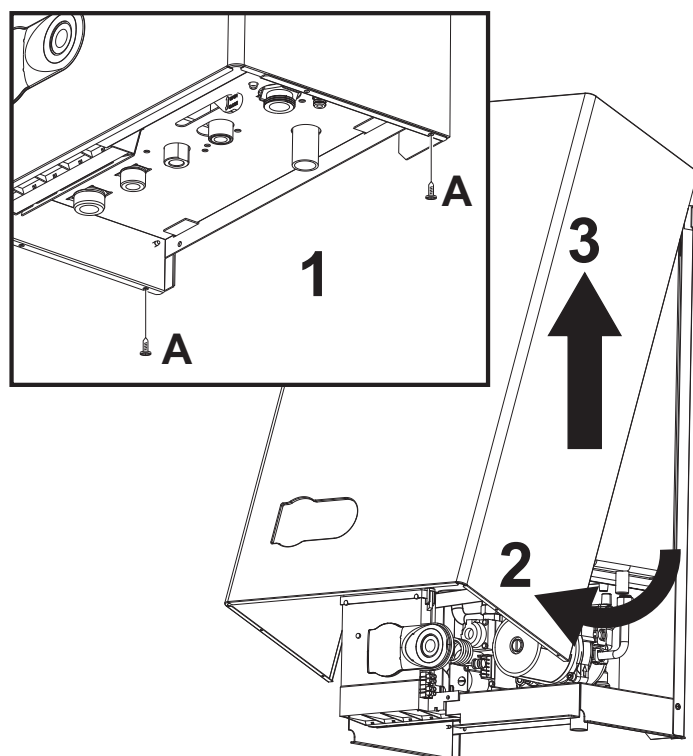

fig. 12 - Démontage de l'habillage
1. Dévisser les vis A (voir fig. 12)
2. Faire pivoter l'habillage (voir fig. 12)